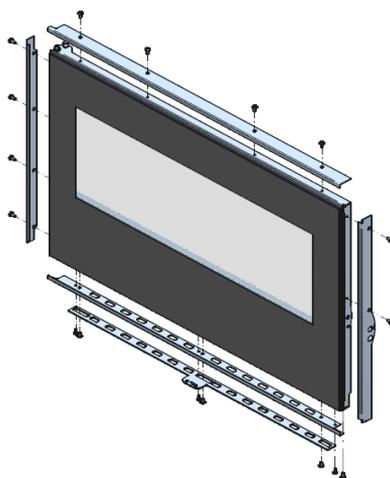

Fig. 50
- 4) Con l'ausilio di un giravite rimuovere dapprima le viti che bloccano la griglia di regolazione aria primaria e quindi quelle che bloccano i n°4 profili perimetrali esterni dell'antina (fig.50).